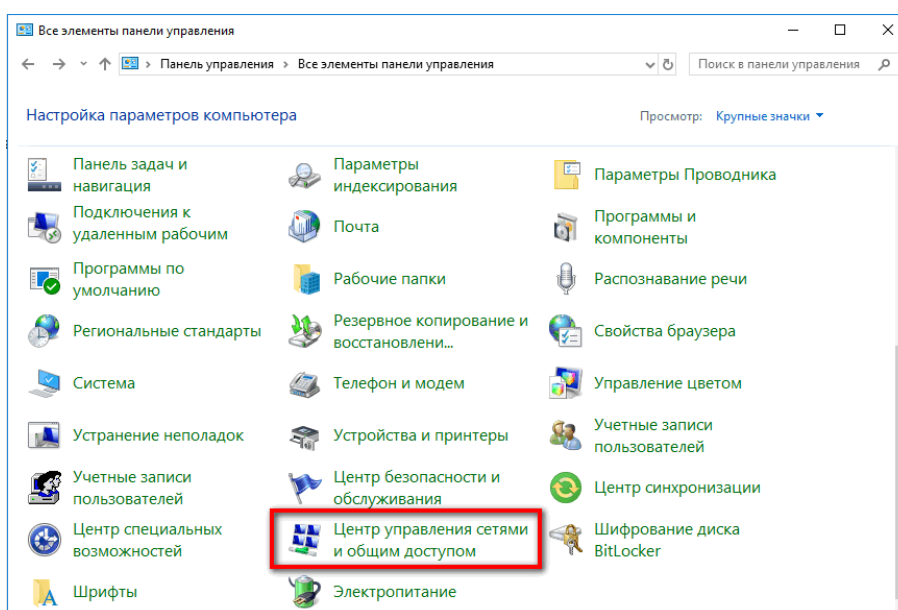

Рис. 3.1 Перейти в **Центр управления сетями и общим доступом**
- 4.1. Откройте **Панель управления** и выберите пункт **Центр управления сетями и общим доступом** (рис. 3.1).